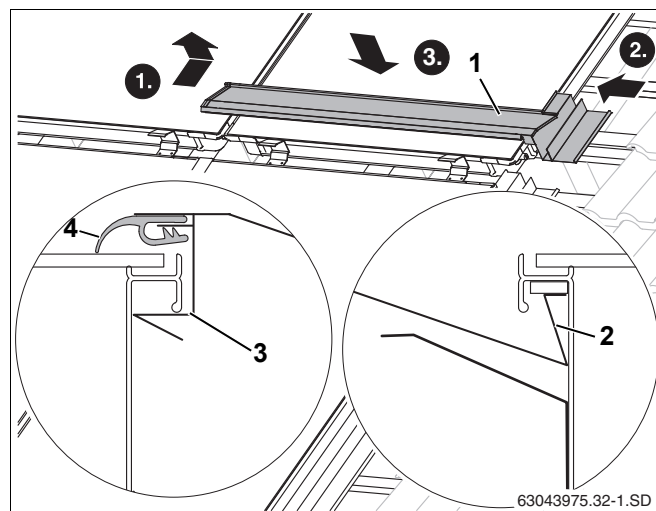

Рис. 52 Установка первого среднего накладного листа
- ▶ Уложите отогнутый край накладного листа (рис. 52, поз. 2) в раму коллектора.
- ▶ Подведите накладной лист (рис. 52, поз. 1) к коллектору и вставьте в правый боковой накладной лист.
- ▶ При нажатии на лист он входит под раму коллектора (рис. 52, поз. 3).
- ▶ Сверху на коллектор нужно уложить и вытянуть резиновый язычок (рис. 52, поз. 4).